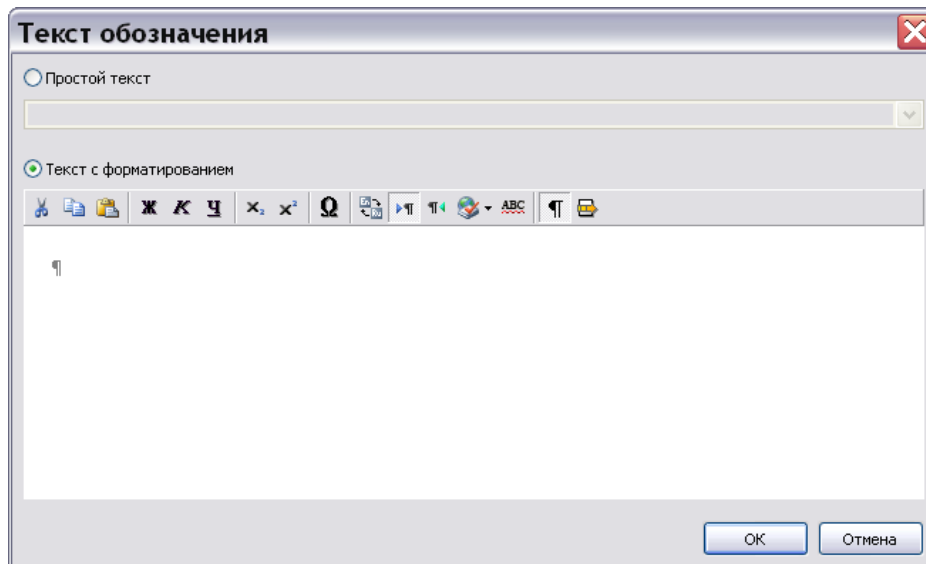

Рис. 5.178
2. Нажмите на значок **Добавить обозначение**  в левом нижнем окне. После этого появится диалоговое окно **Текст обозначения** (Рис. 5.178). Опция **Простой текст** используется для ввода обозначения в виде цифр или текста.
3. В окне **Текст обозначения** выберите опцию **Текст с форматированием** (Рис. 5.178). Инструменты данного окна аналогичны соответствующим инструментам редактора описательного модуля данных (раздел 5.3.1 «Инструменты редактора описательного МД»).